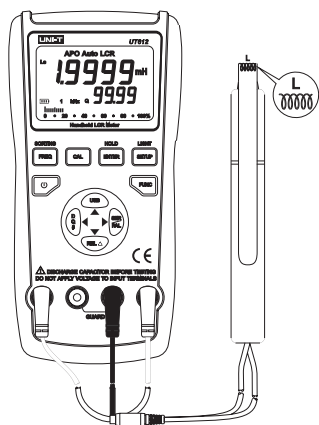

图10
- 3) 将电感插入测试端口或用相应的附件接入被测电感（如图10）。